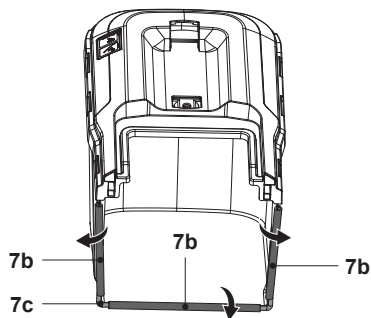

Fig. 5
1. Prinde cele trei cleme din cauciuc (7b) pe tija de susținere (7c) a colectorului de iarbă (7) (fig. 5).